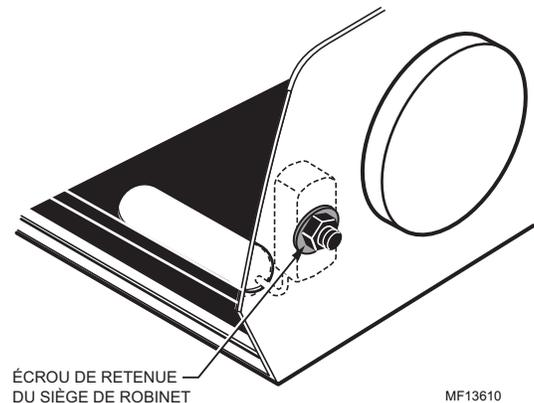

Fig. 23. Écrou de retenue du robinet à flotteur.
- a. Dévisser l'écrou de retenue du robinet à flotteur à l'aide d'une clé de 13 mm (1/2 po). Voir la figure 23.
- e. Fixer le robinet à flotteur avec l'écrou de retenue. Serrer avec une clé de 13 mm (1/2 po). Voir la figure 23.